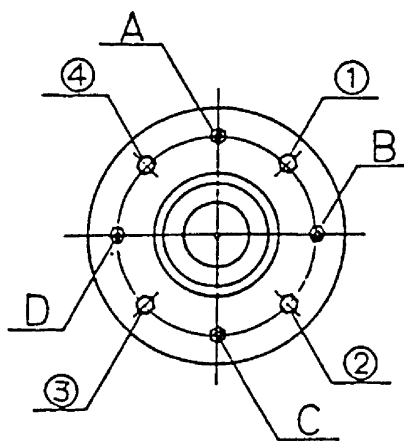

図 9-7
9.3.5 ドラムの芯出し調整(図 9-7)
- ・ 主軸ベアリングケースを止めている取付けボルト及びナット 4 箇所(A～D)と、調整ボルト及びナット 4 箇所(①～④)で調整します。(図 9-7)
- ・ 例えば、ドラムの口金を機械正面より見て右に寄せたい場合、③、④と A,C,D のナットを少し緩め、③、④のボルトをドラムの口金を見ながら締め込みます。
- ・ 調整が終わったら、③、④と A,C,D のナットを締め込みます。
- ・ 4 個のナット①～④を取り外し、ベアリングケースを後方へ抜いてください。(図 9-7)